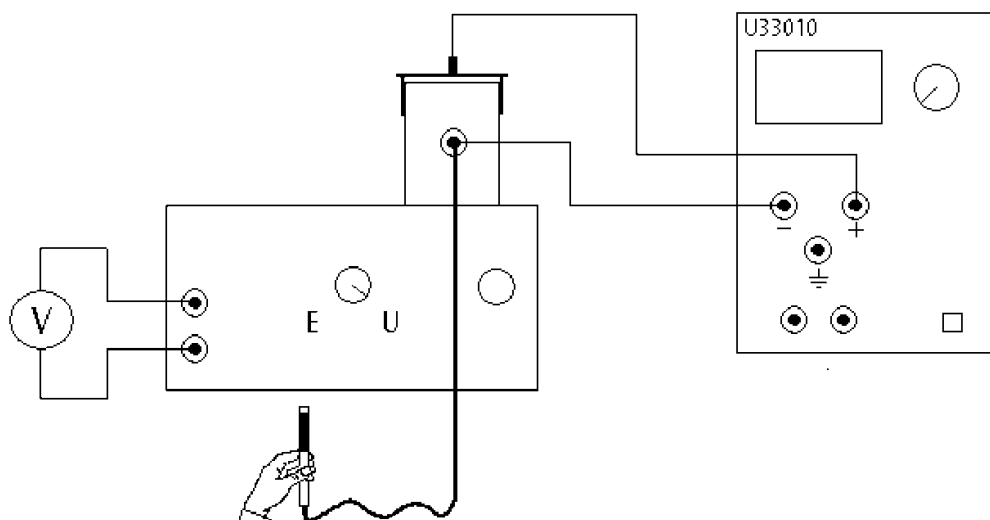

Рисунок 4.4
1. Собрать схему (рис.4.4), для этого эксперимента возьмите высоковольтный источник питания на 5 кВ U33010.